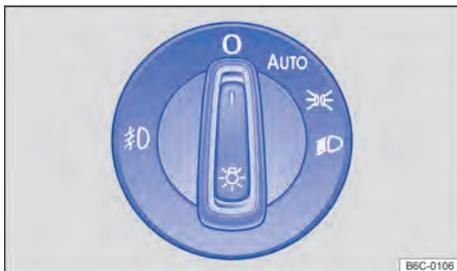

Fig. 62 Ao lado do volante: interruptor de luzes.
A luz de controle ☾ no interruptor das luzes → Fig. 62 indica o farol de neblina ligado.
- Ligar o farol de neblina ☾: puxar o interruptor das luzes → Fig. 62 da posição ☀️ ou ☾ até o primeiro engate.